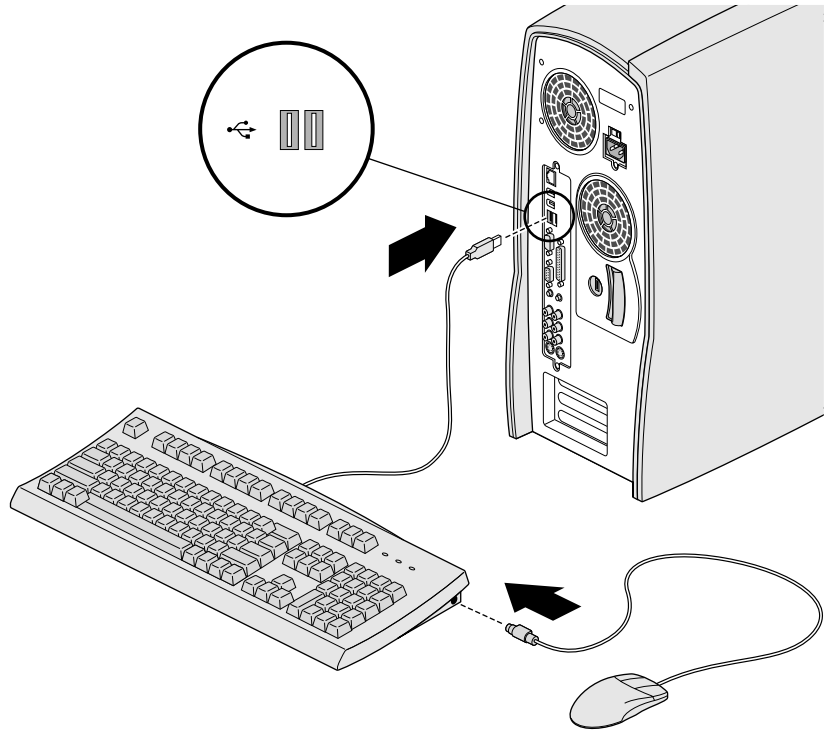

図 1-3 マウスとキーボードの接続
2. PS/2 マウスをキーボードに接続します（図 1-3）。さらに、キーボードをシステム左端の USB コネクタに接続します。